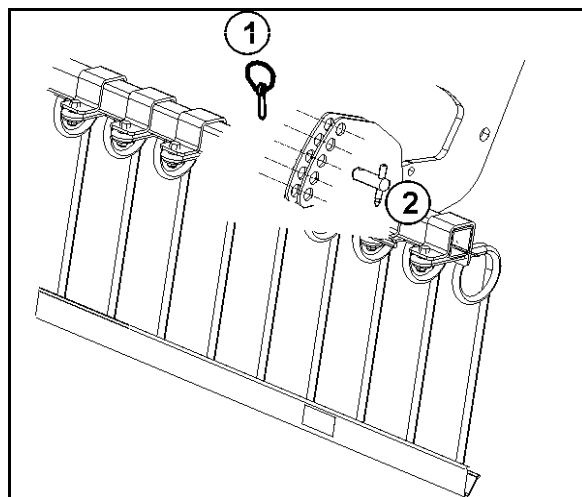

Рис. 40
В задней части **Centaur** можно установить выравниватели (Рис. 40) в качестве дополнительных обрабатывающих блоков.
2. Ослабьте пружинный фиксатор (Рис. 40/1).
3. Переведите регулировочный палец (Рис. 40/2) в нужную позицию.